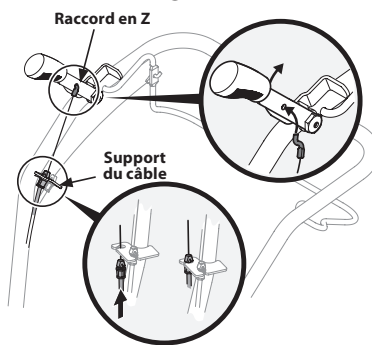

Figure 7
- Faites passer le câble d'embrayage de la marche arrière (si équipé) doté du raccord rouge dans le trou supérieur du support et poussez le raccord jusqu'à ce que la rainure du raccord s'emboîte facilement. Voir la Figure 7.
- Enfoncez le raccord en « Z », de l'intérieur vers l'extérieur dans le trou de la commande d'embrayage de la marche arrière. Voir la Figure 7.